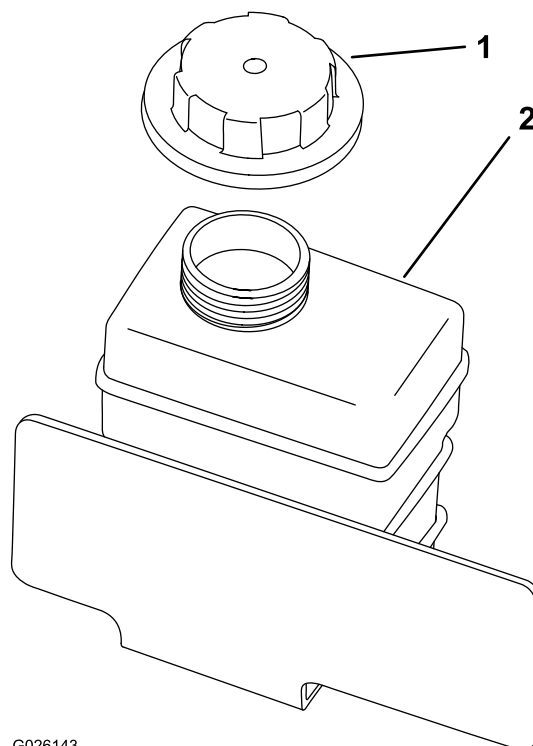

Рисунок 55
4. Снимите крышку расширительного бачка (Рисунок 55).
8. Медленно заливаете жидкость в расширительный бачок так, чтобы ее уровень достиг нижнего уровня заливной горловины (Рисунок 55).
9. Установите крышку на расширительный бачок (Рисунок 55).